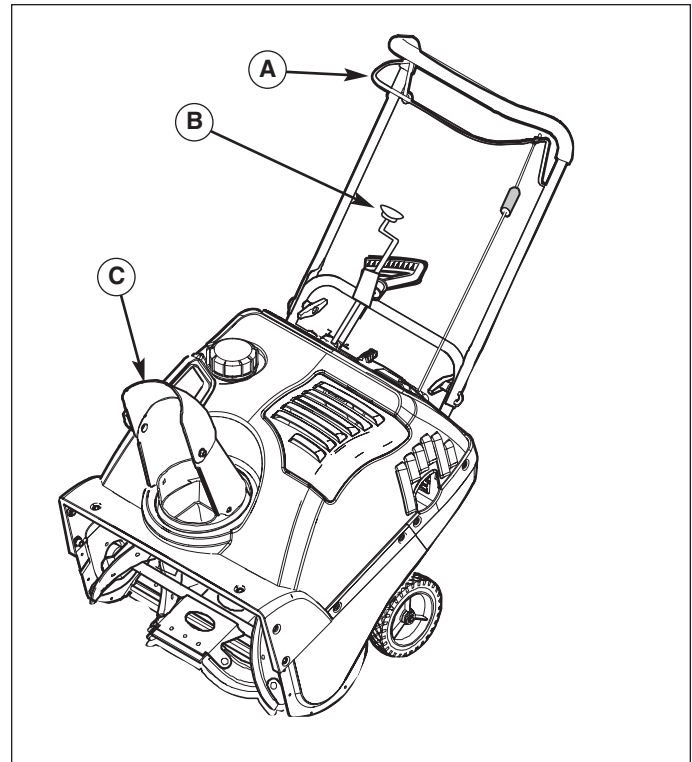

Abbildung 7. Bedienelemente der Schneefräse
C. Auswurfschacht-Prallblech – Dient der Einstellung der Entfernung, die der Schnee ausgeworfen wird. Durch Neigung des Auswurfschacht-Prallblechs (C, Abbildung 7) NACH OBEN wird der Schnee höher und weiter ausgeworfen, durch Neigung NACH UNTEN erfolgt der Schneeauswurf niedriger und kürzer.
3. Den Schneckenantriebshebel (A, Abbildung 7) auf ordnungsgemäße Funktion prüfen. Falls der Hebel eingestellt werden muss, siehe Abschnitt „Service“ bzgl. des Verfahrens.
4. Die Auswurfschacht-Drehkurbel (B, Abbildung 7) auf ordnungsgemäße Funktion prüfen. Der Auswurfschacht sollte sich in beide Richtungen ungehindert drehen lassen. Einstellverfahren und Fehlersuche dem Abschnitt „Service“ entnehmen.
5. Das Auswurfschacht-Prallblech (C, Abbildung 7) auf ordnungsgemäße Funktion prüfen. Das Prallblech muss nach oben und unten frei schwenkbar sein. Siehe Abschnitt „Service“ bzgl. des Verfahrens.